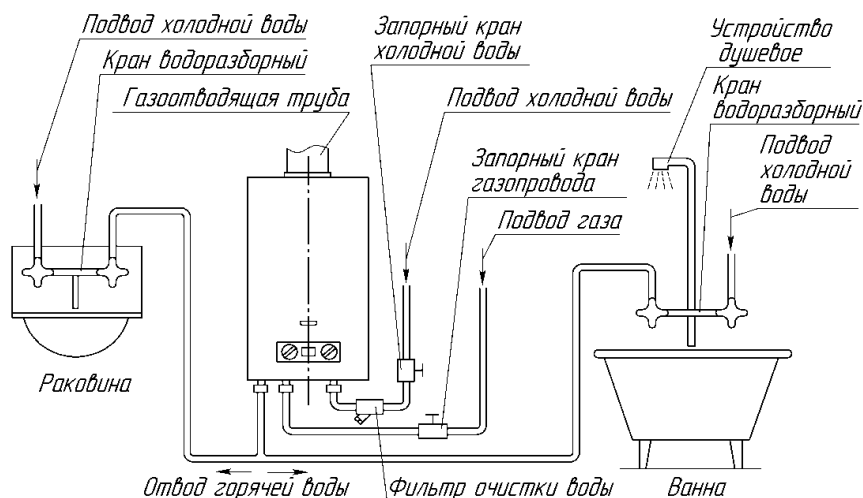

Рисунок 5. Схема установки аппарата
7.1.10. Схема установки (подключения) аппарата приведена на рис. 5. Рекомендуется сначала подключить аппарат к водопроводной сети, заполнить систему аппарата водой и затем подключить его к газовой сети.
7.3.1. Для увеличения срока службы аппарата и улучшения его эксплуатационных характеристик рекомендуется устанавливать перед аппаратом фильтр очистки воды (см. рис. 5).
7.3.2. Для облегчения последующего технического обслуживания необходимо установить перед аппаратом запорный кран на трубопроводе подвода холодной воды (рис. 5). Запорный кран должен быть легко доступен.